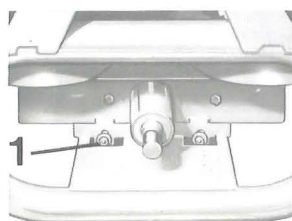
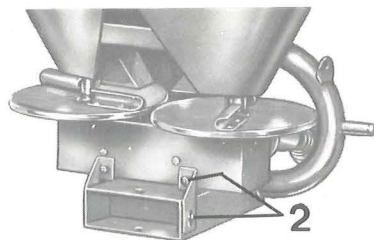

Fig. 10
Fig. 11
- allentare le due viti anteriori di fissaggio (vedi fig. 10/1) e svitare il supporto posteriore (fig. 11/2). Togliere il riduttore